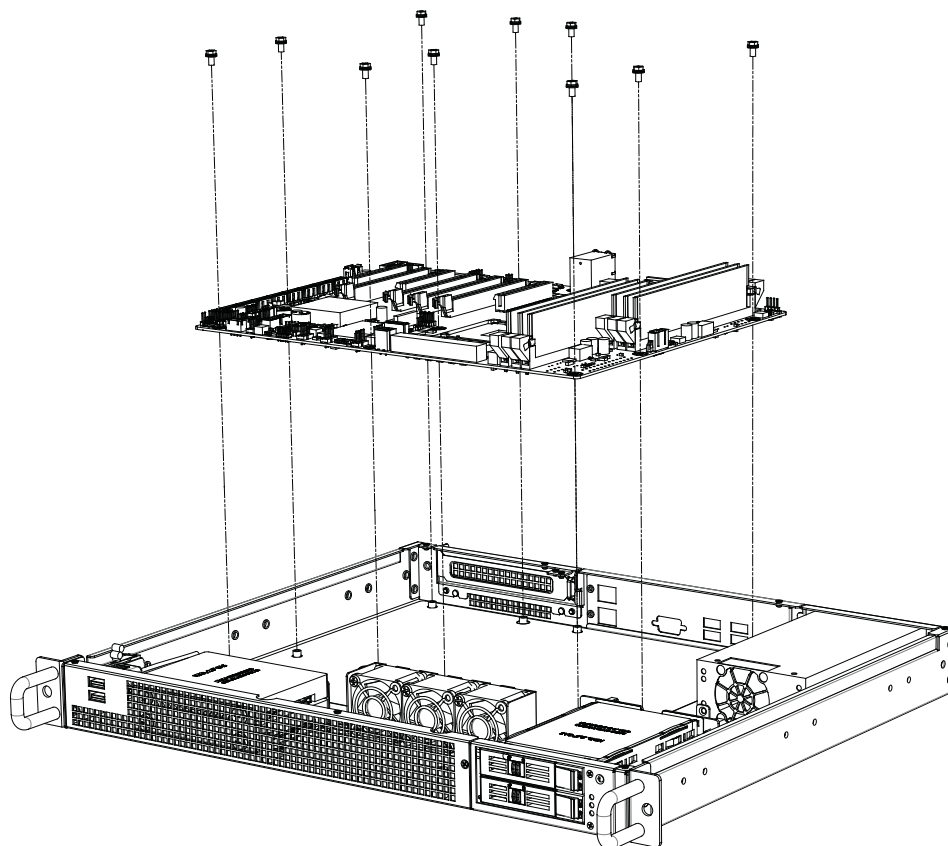

Figure 2.4 Installing a Motherboard/ 安裝母板 / 安裝主機板
2. Attach the motherboard I/O shielding onto the rear plate first. Then fasten the motherboard onto the chassis. (see Figure 2.4)
2. 将母板的 I/O 屏蔽衬垫放在后面板上，然后把母板固定在机箱上（如图 2.4 所示）。